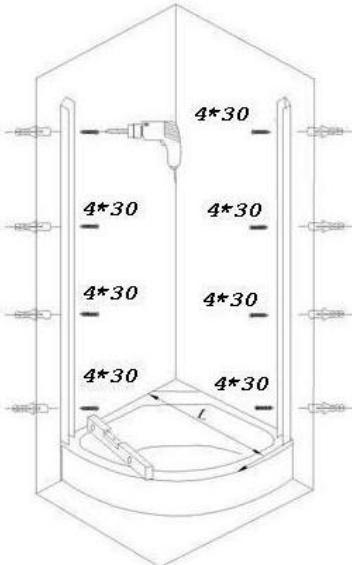

Рис.3
4. Установка душевой кабины (рис. 3,4).